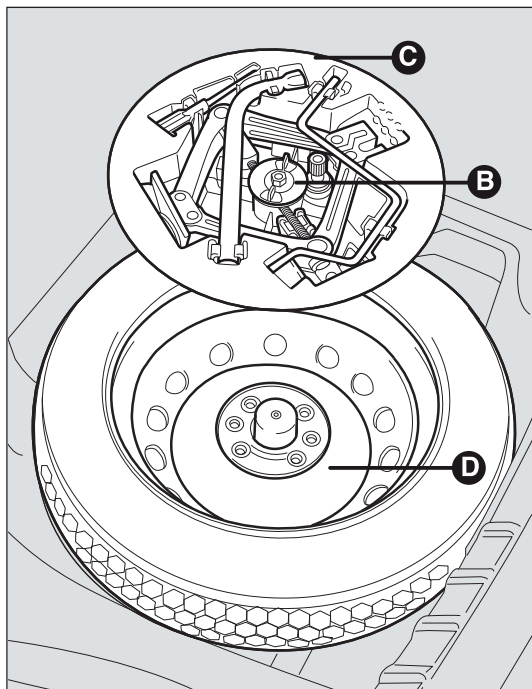

fig. 122
- ☐ quite los dos tornillos de fijación B-fig. 122;
- ☐ coloque la rueda de repuesto D-fig. 122 en el compartimento del maletero;